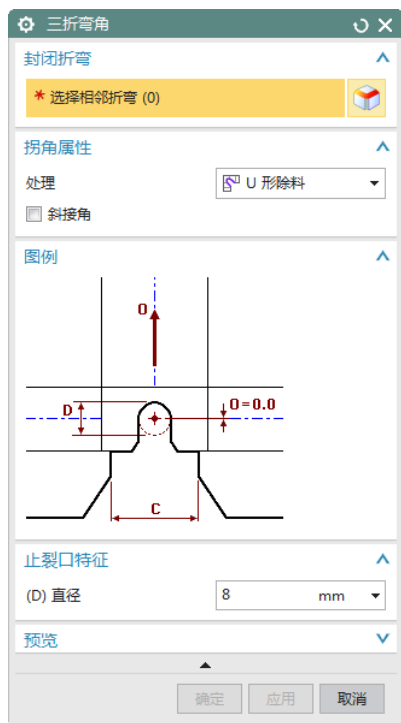

图 7-72 “三折弯角”对话框
(1) 选择“菜单(M)”→“插入(S)”→“拐角(Q)”→“三折弯角(T)”, 或者单击“主页”选项卡“拐角”面组上的“封闭拐角”按钮, 打开如图 7-72 所示的“三折弯角”对